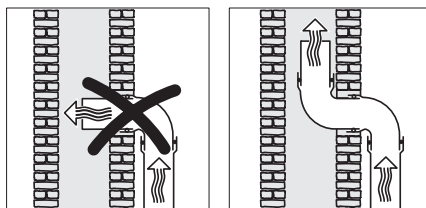

рис. 6.5
- Если вытяжной канал выводится в дымоход, то входной патрубок должен быть изогнутым в направлении потока воздуха (рис. 6.5);